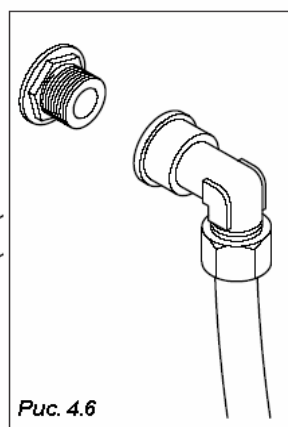

Рис. 4.6
- Кран имеет газовую резьбу 3/8" (Рис. 4.6).